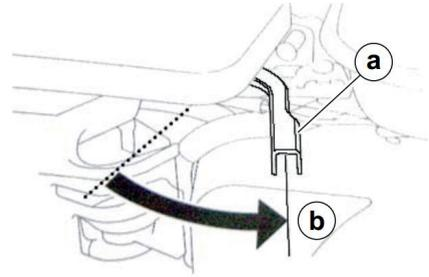

Рисунок 11.
4. Переведите рычаг управления дроссельной заслонкой в положение медленный ход (Рис. 11).
2. Переведите двигатель в режим холостого хода, для этого переведите рычаг газа в положение холостых оборотов двигателя (Рис. 11).